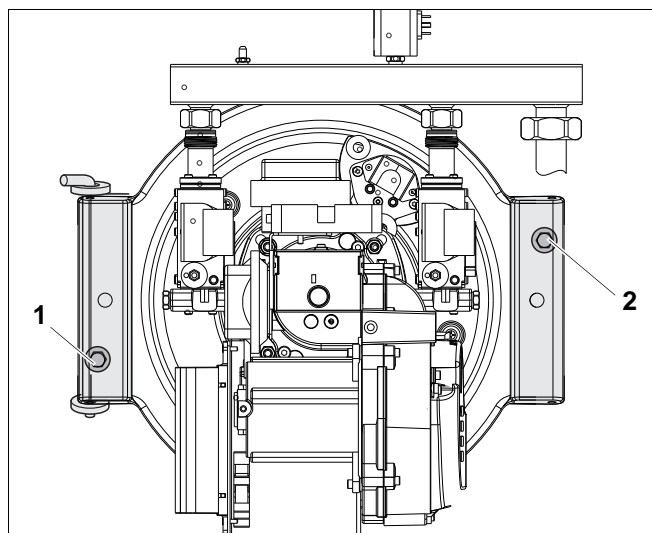

Рис. 20 Болты на дверце горелки
- Равномерно отверните болты на дверце горелки (рис. 20, поз. 1 und 2).